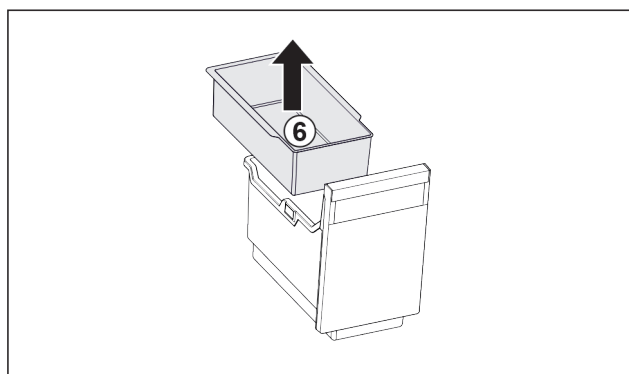

Fig. 140
- ▶ Izvadite ovjesnu posudu Fig. 140 (6).